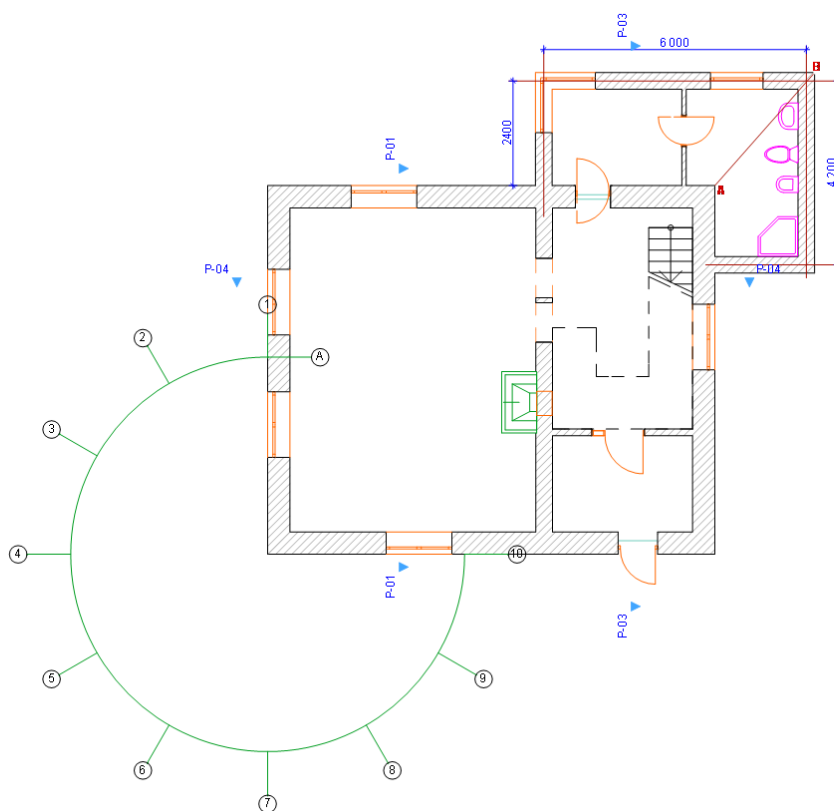

Рис. 4.2. Построение радиальных строительных осей для веранды.
- элемента сетки» > «Маркер» можно задать размер цифры 2, размер кружка 4. Вначале создать сетку на плане 1-го этажа вне чертежа, а затем ее повернуть таким образом, чтобы ось 1 совпадала с вертикальной наружной стеной дома, а ось 10 с горизонтальной наружной стеной и установить ее центр (центр радиальной сетки) во внешнем углу дома рис. 4.2.